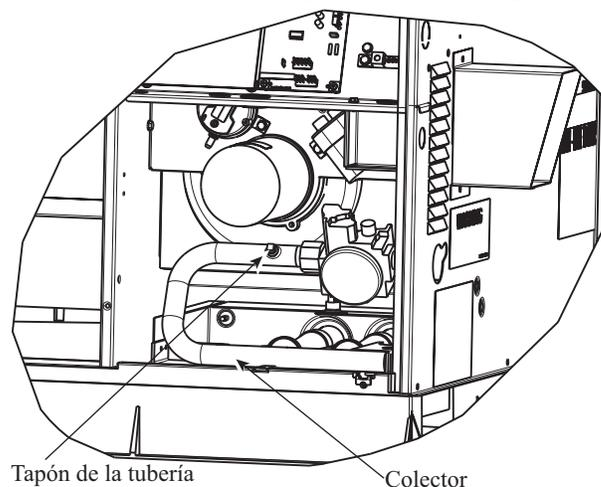

Fig. 10 – Conjunto del quemador
2. Retire el tapón de la tubería del múltiple (consulte la Fig. 10) y conecte el manómetro. Active el suministro de gas de la unidad.
4. Desactive todo el suministro de gas de la unidad. Quite el manómetro de la toma de presión y vuelva a colocar el tapón de la tubería en la válvula de gas. (Consulte la Fig. 10). Active el gas hacia la unidad y compruebe si hay fugas.